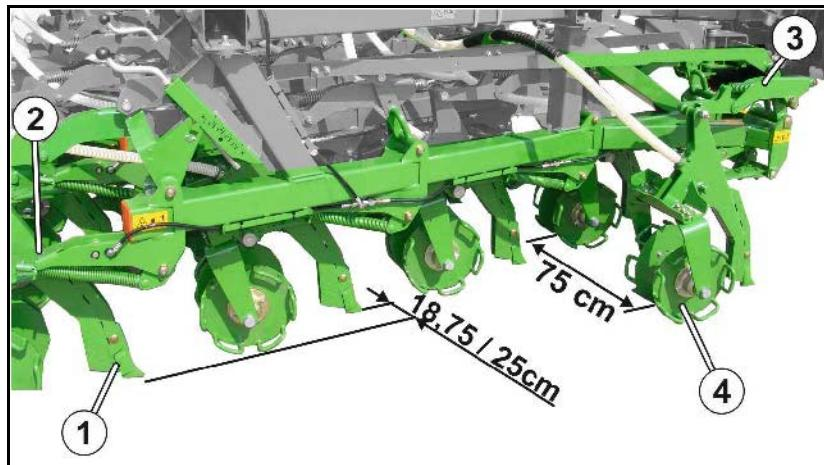

Рис. 41
Долотообразные сошники (Рис. 41/1) расположены в 4 ряда друг за другом со смещением. В результате образуется расстояние между расположенными рядом сошниками 75 см. Расстояние между рядами – 18,75 см / 25 см.
- существует возможность уклонения в горизонтальной плоскости благодаря нижней тяге из пружинной стали (Рис. 41/2);
- существует возможность уклонения в вертикальной плоскости с помощью изгибающейся верхней пружинной стальной тяги (Рис. 41/3).
Глубина заделки посевного материала определяется регулировкой глубины долотообразных сошников (Рис. 41/1). Установленная глубина передается на расположенные за долотообразными сошниками двойные диски (Рис. 41/4).